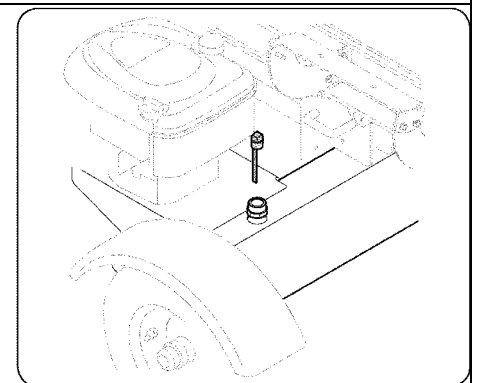

Рис. 8
2. Извлеките щуп вентилируемого резервуара, который находится в передней части двигателя в верхней части резервуара. См. Рисунок 8.
3. Проверьте уровень жидкости, используя щуп. См. Рисунок 8. Не переполняйте.